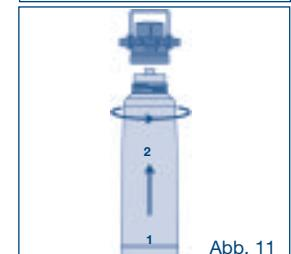

Abb. 11
3. Filter gegen den Uhrzeigersinn in den Filterkopf drehen (siehe Abb. 11).